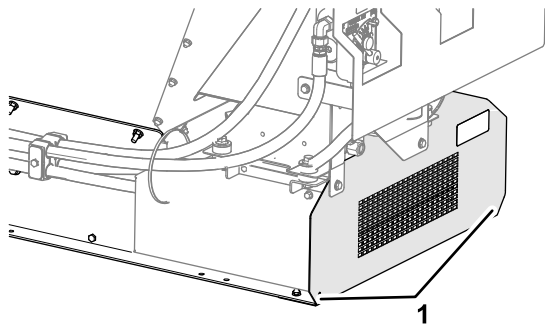
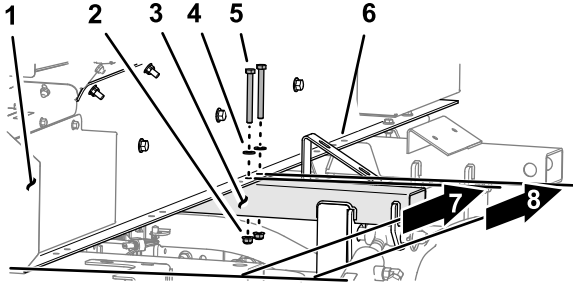

図 10
図 11
3. トップドレッサを車両の上に注意深く降ろすトップドレッサの左側レールについている穴リンスガードから 107.6 cm および 112.7 cm の位置にある穴を、中央クロス部材の穴に合わせる 図 10と図 11。
4. レールを、中央クロス部材の左側に仮止めする図 11 キャップスクリュ5/16 x 3" 2本、ワッシャ5/16" 2枚、フランジロックナット5/16"を使用する。
2. レールを、後クロス部材のスロット付きブラケットに組み付ける図 10と図 13 キャップスクリュ5/16 x 1 1/4" 2本、ワッシャ5/16" 2枚、フランジロックナット5/16"を使用する。